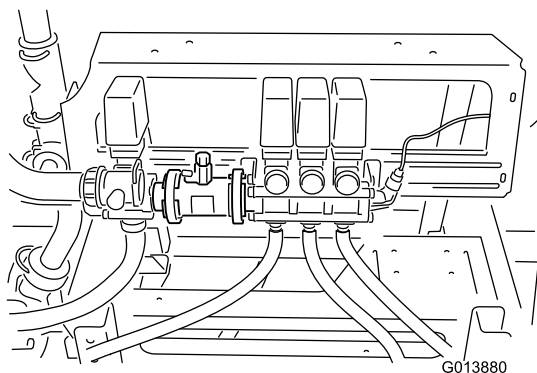

Figura 7
- F. Mova cuidadosamente o conjunto da válvula da rampa para a posição flush (enxaguar) com o corpo do fluxímetro (Figura 7).